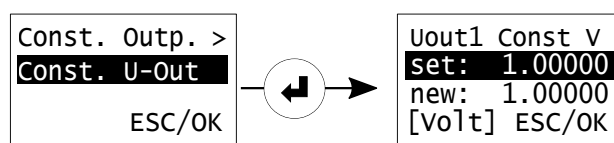

Abbildung 6.9: Einstellung des konstanten Spannungsausgangs.
5. **Einstellung des Werts des konstanten Spannungsausgangs:** Falls Sie den Modus **Const. Outp.** gewählt haben, können Sie den Wert des Konstantenspannungsausgangs manuell ändern, indem Sie den Cursor auf die zweite Displayzeile **Const. U-Out** bewegen, auf <ENTER> klicken und den gewünschten Wert eingeben, gefolgt von einem Klick auf **OK** (s. Abbildung 6.9).